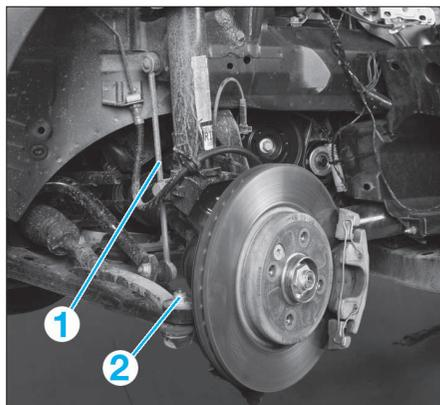

FIG. 15
- Déposer la biellette d'accouplement de barre stabilisatrice (1) (Fig.15).